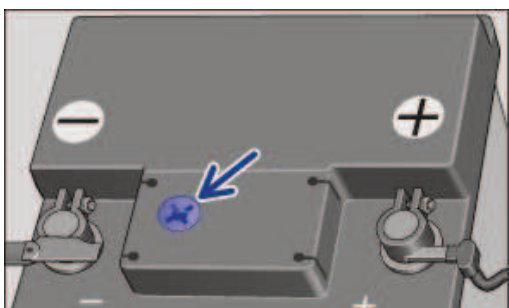

Fig. 213 Regard de batterie situé sur la face supérieure de la batterie 12 V (schéma de principe)
- Veillez à ce que la luminosité soit suffisante pour vous permettre de distinguer les couleurs dans le regard circulaire situé sur la face supérieure de la batterie 12 V → Fig. 213 (flèche). N'utilisez jamais de flammes nues ou d'objets incandescents pour vous éclairer.